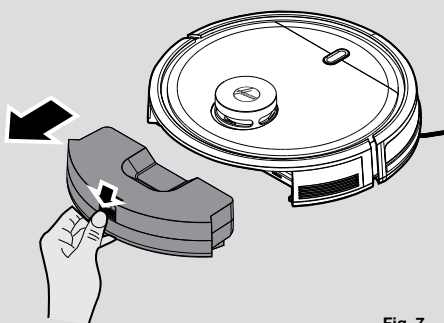

Fig. 7
1. Appuyez sur le bouton et retirez-le. [Fig. 7]
1. Après avoir passé l'aspirateur, retirez le réservoir, appuyez sur le bouton et retirez-le. [Fig. 7]